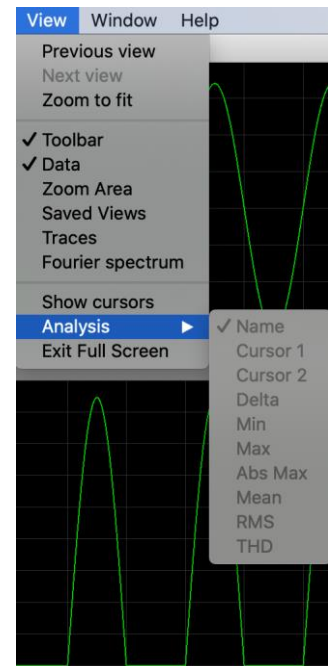

Figura 12 - Medidas no osciloscópio (View >> Analysis).
13) Meça o valor médio, mínimo, máximo e eficaz das formas de onda indicadas na Tabela 3 (ver Figura 12).